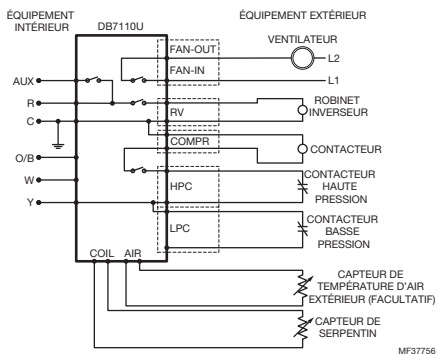

Fig. 5. Schéma de câblage avec les pressostats raccordés à la commande de dégivrage.
5. Reportez-vous aux schémas de câblage des figures 5 à 8 pour assurer un câblage correct de l'appareil.